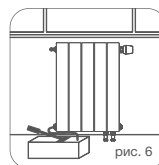

рис. 6
- 8.5. По завершению монтажных работ выполнить испытания систем отопления в соответствии с требованиями СП 73.13330.2016 «Внутренние санитарно-технические системы зданий». Гидростатическое испытание водных систем и приборов отопления должно проводиться под давлением, в 1,5 раза превышающим рабочее давление (пример рис. 6). Если рабочее давление более 10 бар (1,0 МПа), испытание проводить без вентильной вставки. По факту проведения испытаний составляется акт ввода системы и приборов в эксплуатацию в установленной форме.